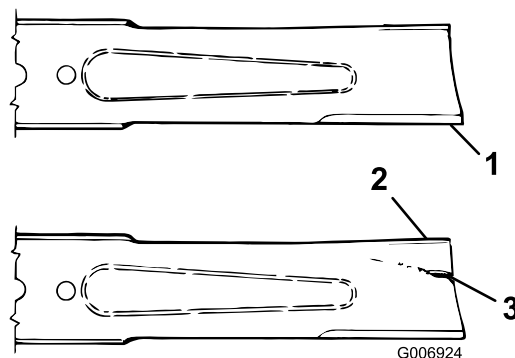

Figura 60
2. Examine cuidadosamente as extremidades da lâmina, prestando especial atenção à zona onde se encontram as partes curvas e planas da lâmina (Figura 60). Verifique o estado da lâmina antes da operação de corte, pois a areia e outros materiais abrasivos podem ter desgastado o metal que liga as partes curva e plana da lâmina. Se notar algum desgaste (Figura 60), substitua a lâmina; consulte “Remoção da lâmina de corte”.
Se a lâmina continuar a sofrer este tipo de desgaste irá formar-se uma ranhura entre a aba e a parte plana da lâmina (Figura 60). Eventualmente, pode soltar-se algum pedaço da lâmina e projetar-se, ferindo-o a si ou a qualquer pessoa próxima.